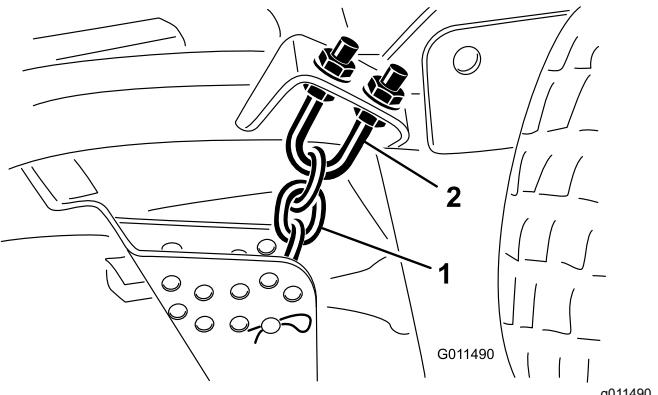

Figura 120
1. Afloje las contratuerzas en la parte superior o inferior del perno en U de la cadena de altura de corte (Figura 120).